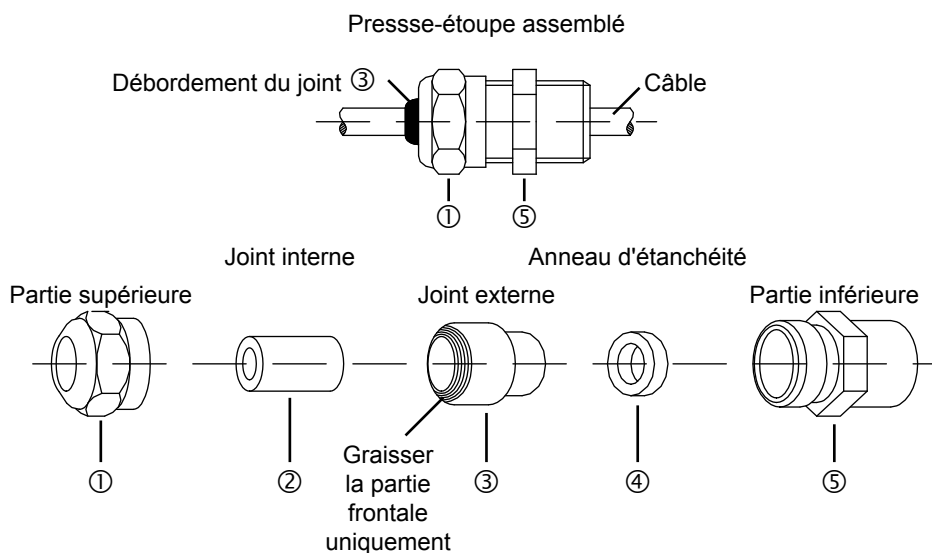

Figure 2-2 Presse-étoupe (vue d'ensemble et explosée)
3. Passer les câbles dans les presse-étoupe en procédant comme le montre la *figure 2-2* :
- a. Dévisser l'élément ① dans le sens inverse des aiguilles d'une montre. L'élément ⑤ ne doit pas être enlevé du boîtier.
- b. Extraire les joints ② et ③ de l'élément ①. Ces deux éléments permettent d'adapter le presse-étoupe à différents diamètres de câble. L'élément ② peut être retiré de l'élément ③ en le poussant simplement vers l'extérieur.
- c. Passer le câble à travers les éléments ①, ② (si utilisé), ③, ④ et ⑤.
- d. Remonter les éléments du presse-étoupe et, avant de placer l'élément ①, enduire le joint ③ de silicone selon l'indication de la *figure 2-2*. Serrer l'élément ① de telle sorte qu'il y ait débordement des joints pour offrir l'étanchéité requise.